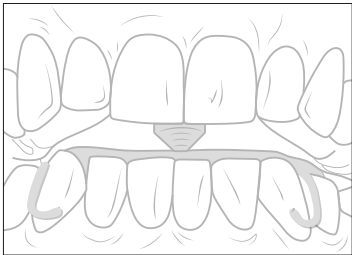

Fig. 3
13. Mediante movimientos de apertura y cierre se comprueba en la boca si la punta del arco encaja en el orificio del disco de plexiglás (Fig. 3).